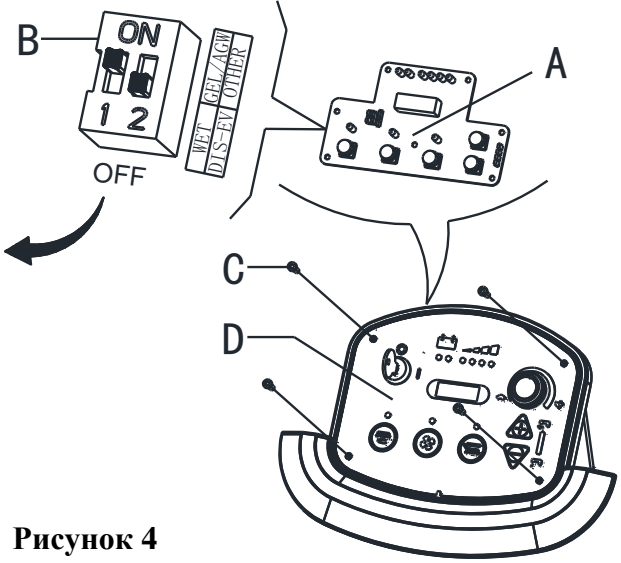

Рисунок 4
3. Извлеките винты панели управления (С, Рисунок 4), затем переверните доску панели управления (А Рисунок 4) и найдите переключатель двухрядного корпуса (В, Рисунок 4) для установки типа батареи (ЖИДКАЯ или Открытая EV AGM или ГЕЛЕВАЯ/AGM), (Обратитесь к 1 или 2 или 3).
1. Нажмите обе кнопки (А, Рисунок. 4) и (В) одновременно. Вставьте ключ зажигания (D) и включите питание. Через 0.5 секунд войдите в режим настройки батареи. Во время настройки загорится светодиодный дисплей (С). Отпустите кнопки.
2. Режим может переключаться с 0 до 5 нажатием кнопки (В) или переключением с 5 до 0 нажатием кнопки (А). После завершения настройки режима батареи выключите питание (D) и новая настройка режима батареи может автоматически сохраниться.